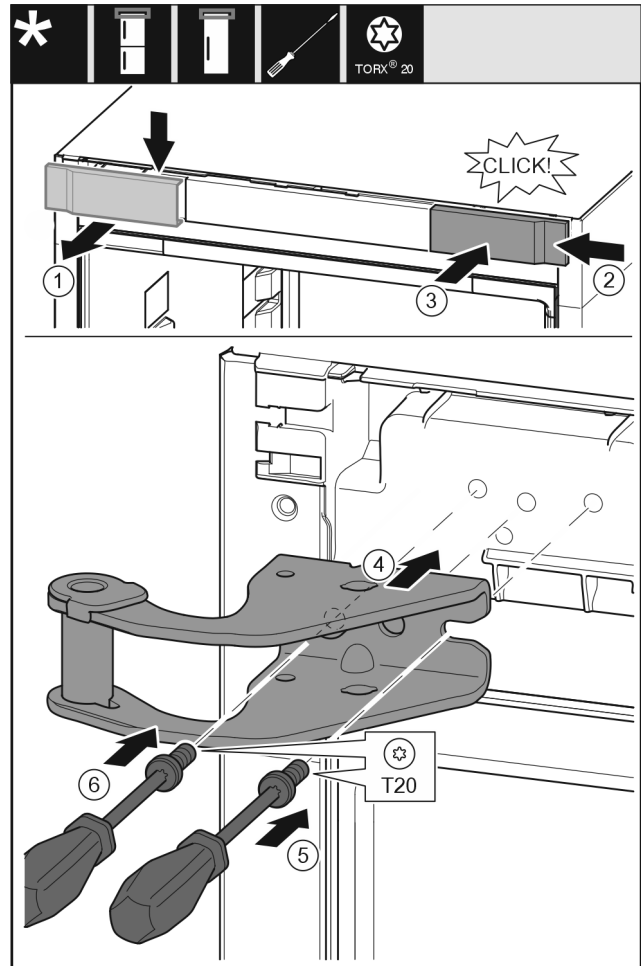

Fig. 14
- Afdekking Fig. 14 (1) van boven af naar voren lostrekken.
- Afdekking Fig. 14 (2) 180° gedraaid aan de andere zijde van rechts inhangen.
- Afdekking Fig. 14 (3) vastklikken.
- Bovenste lagerbok Fig. 14 (4) bevestigen.
- Schroef Fig. 14 (5) met schroevendraaier plaatsen en vastdraaien.
- Schroef Fig. 14 (6) met schroevendraaier plaatsen en vastdraaien.